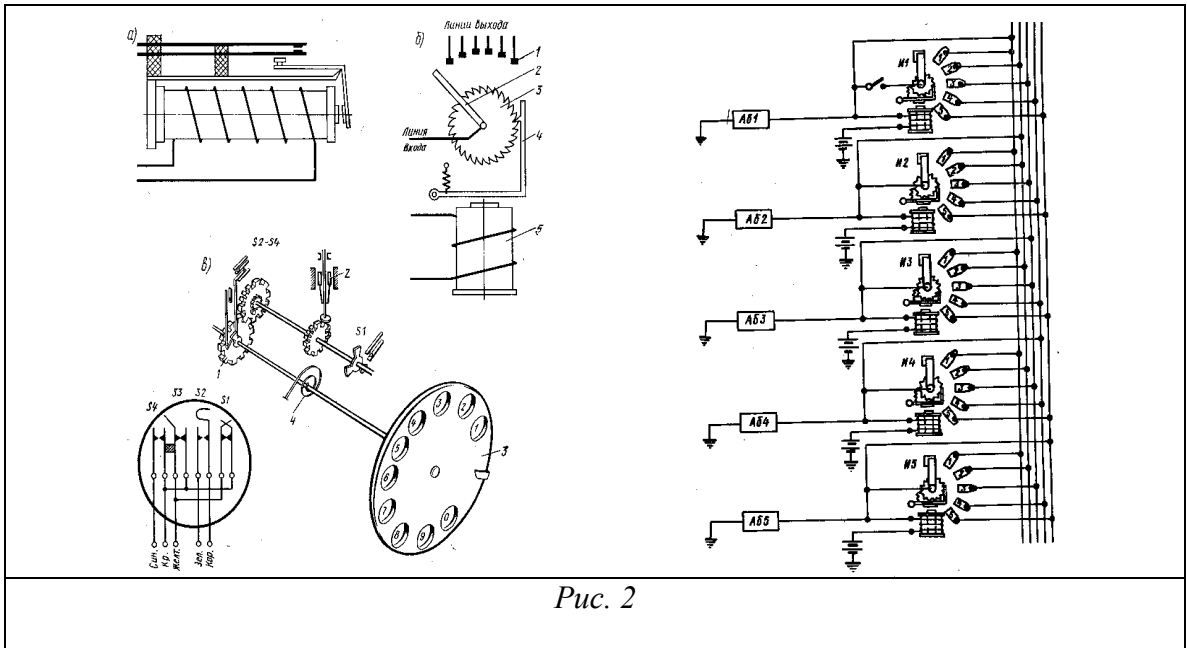

Рис. 2
2. Виды телефонной связи, применяемой на судах. Приборы телефонной связи, принцип работы приборов, применение. Автоматические телефонные судовые станции, принцип работы (рис. 2).